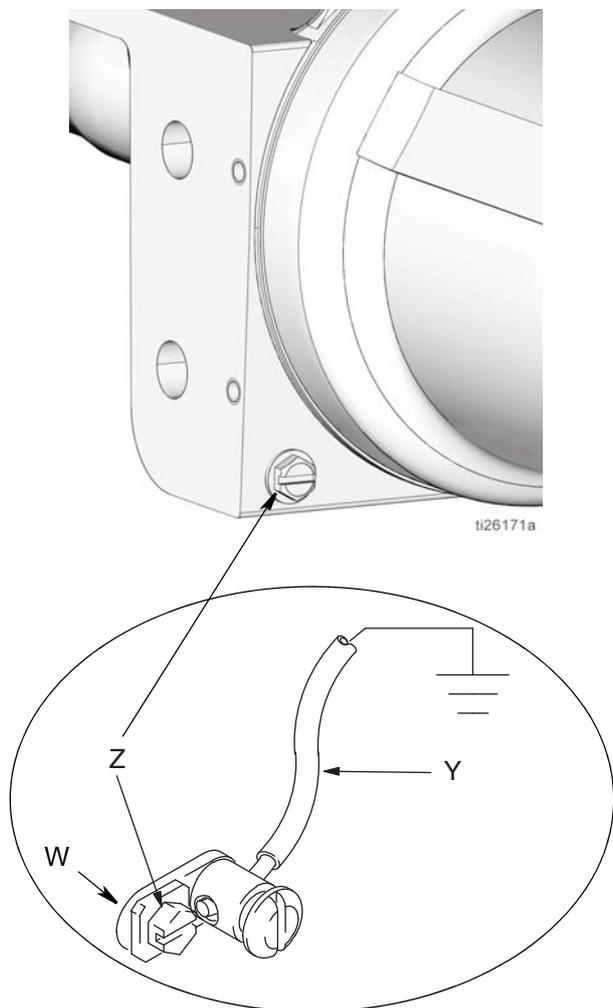

Рис. 2
Каким образом заземлить насос: Выкрутите болт заземления (Z), расположенный на задней стороне основания насоса, и вставьте его в проушину круглой клеммы (W) на конце провода заземления (Y). Вкрутите болт заземления (Z) обратно в основание насоса, и надежно затяните его. Другой конец провода заземления следует соединить с грунтовым заземлением. См. РИС. 2.